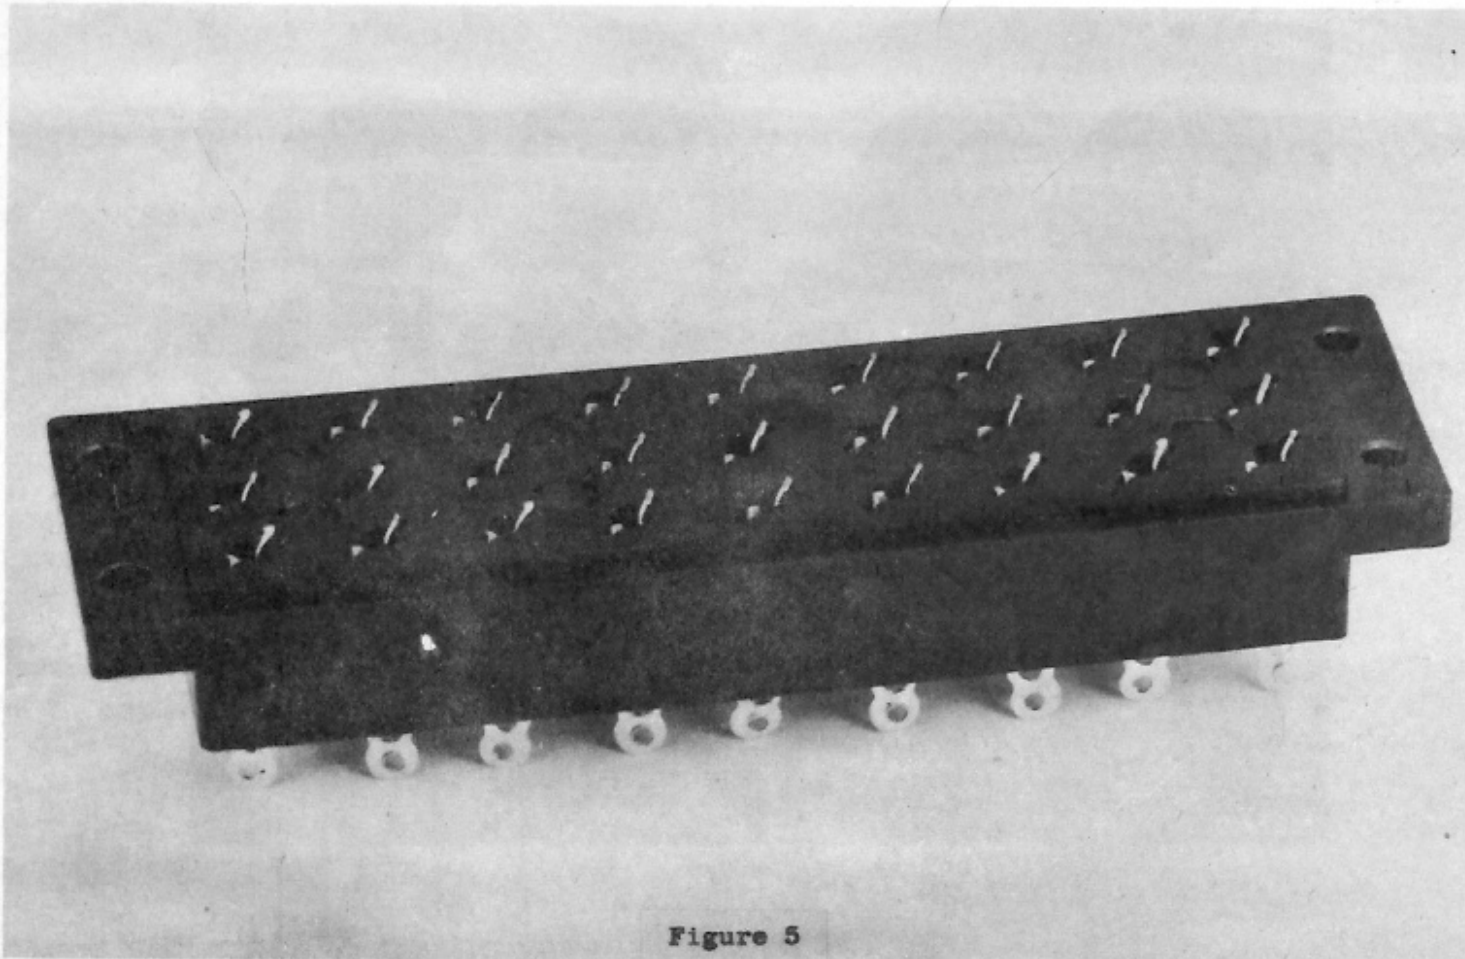

Figure 5
La barrette à 27 contacts (Fig. 5-) est fixée par 4 vis et écrous, et placée dans la fenêtre du panneau (trou N° 26); ne serrez pas trop fort les 4 écrous, parce que la bakélite pourrait se casser. Enfin monter l'interrupteur secteur (23) et le passe-fil dans le trou N° 22 (grand diamètre).